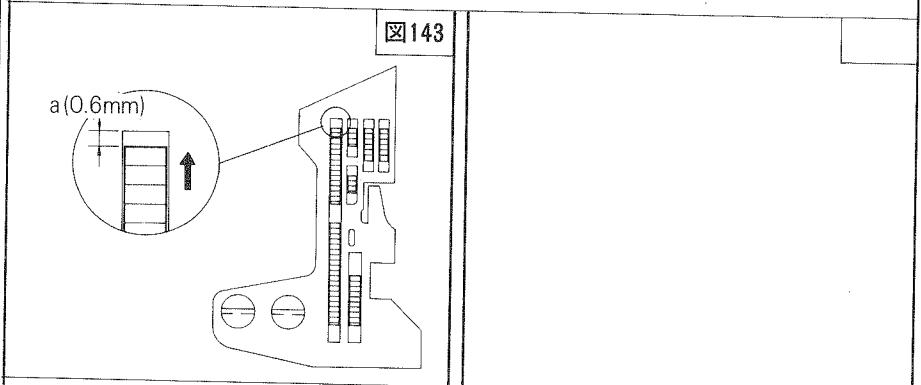

図143
主送り歯が送りきったとき、針板と主送り歯との間隔（a寸法）を図143のように合わせてください。調節するときは、ネジ⑨を弛めて主送リクランク②を前後に動かしてください。